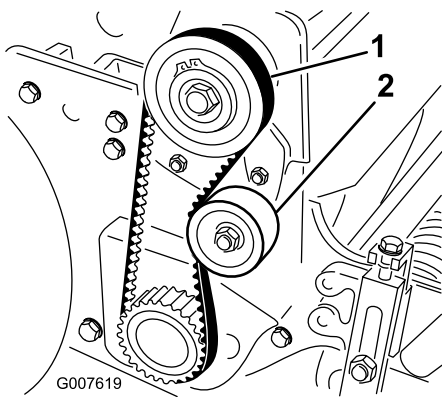

Bild 35
2. Prüfen Sie die Spannung. Bringen Sie hierfür eine Kraft von 18-22 N in der Mitte des Riemen zwischen den Riemenscheiben (Bild 35) an. Der Riemen muss sich 6 mm durchbiegen lassen.
- A. Lösen Sie die Befestigungsmutter der Spannscheibe und drehen Sie die Spannscheibe nach rechts gegen die Rückseite des Riemen, bis Sie die gewünschte Riemen Spannung erzielt haben (Bild 35).